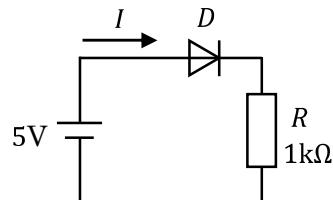

図 2-6
- (2) 図 2-6 に示す回路でダイオード D の順方向電圧降下を 2V とすると、電流 I は(⑨)mA である。